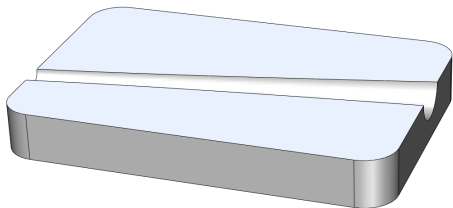

图 5-31 创建放样切除特征
(4) 单击【确定】按钮, 即可创建放样切除特征, 效果如图 5-31 所示。